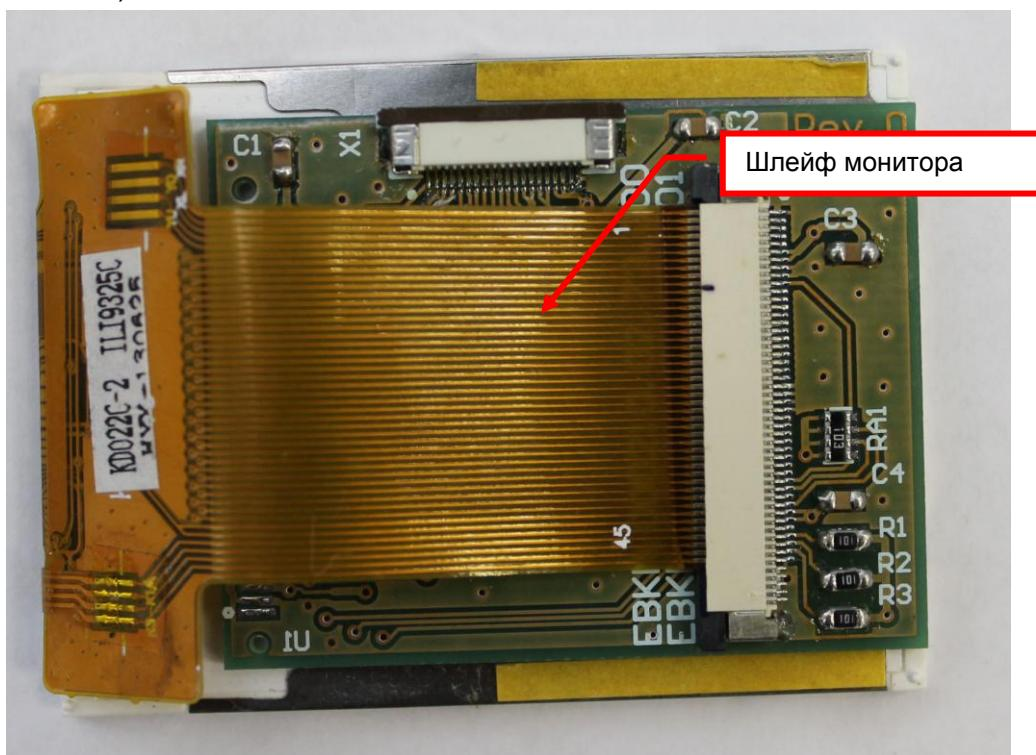

Рис. 8.19
- 8.7.2 Отсоедините шлейф монитора от разъема X2 модуля переходного (см. рис.8.19).